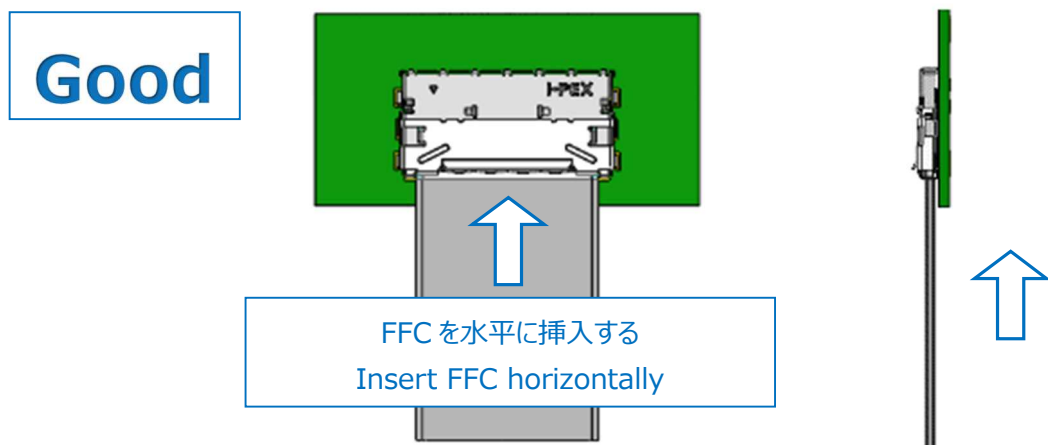

図. 2-3 FFC 挿入方法 2 / Fig.2-3 FFC inserting method 2
- ② 図 2-3 の様に、FFC を水平に奥まで挿入する。
Insert FFC horizontally until it stops. (Fig.2-3)